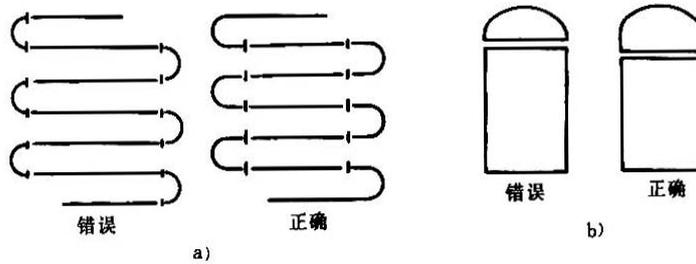

图 8
2) 直线形焊件和曲线形焊件对接时, 焊缝正好处于交界处, 产生较大的焊接应力, 成为整个结构的薄弱面。为此, 对接处的曲线形焊件应有一段平直部分, 便于焊缝处于平对接位置见图 8。